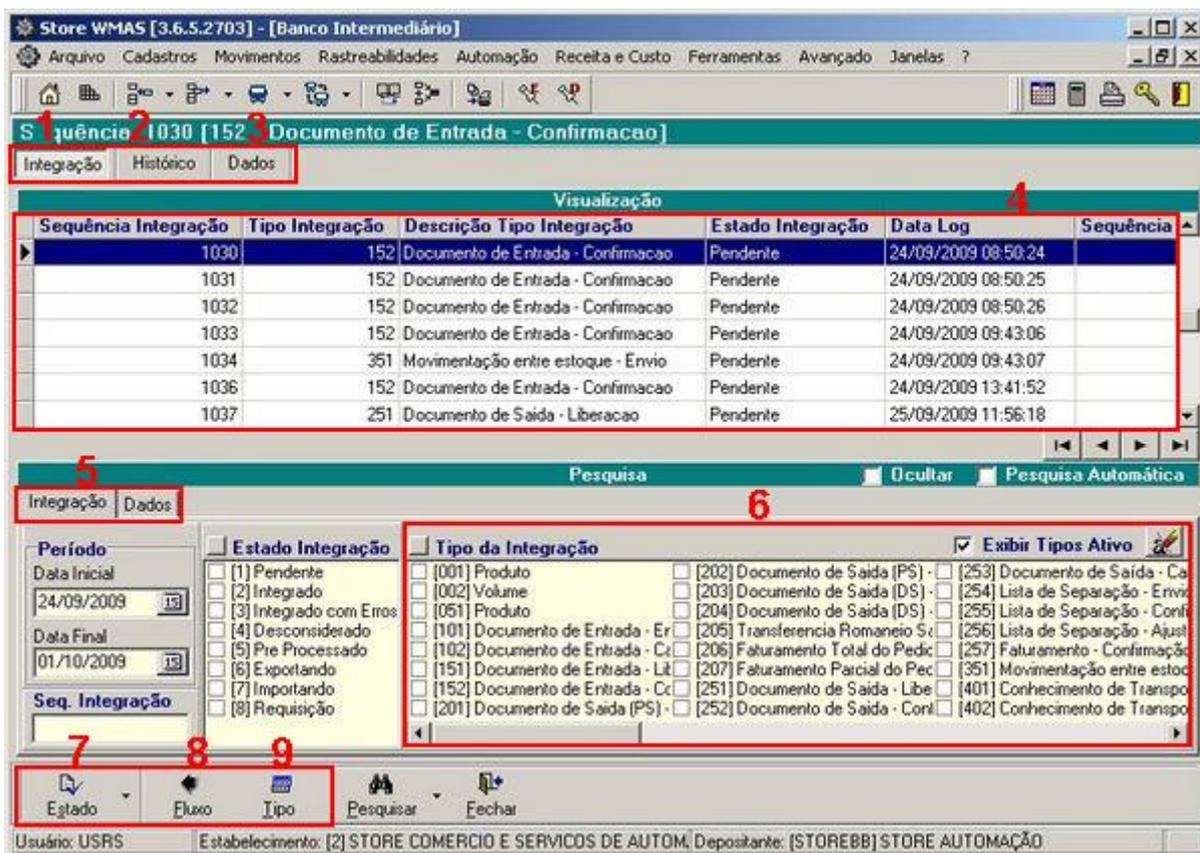
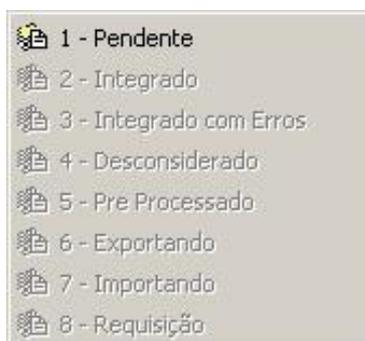
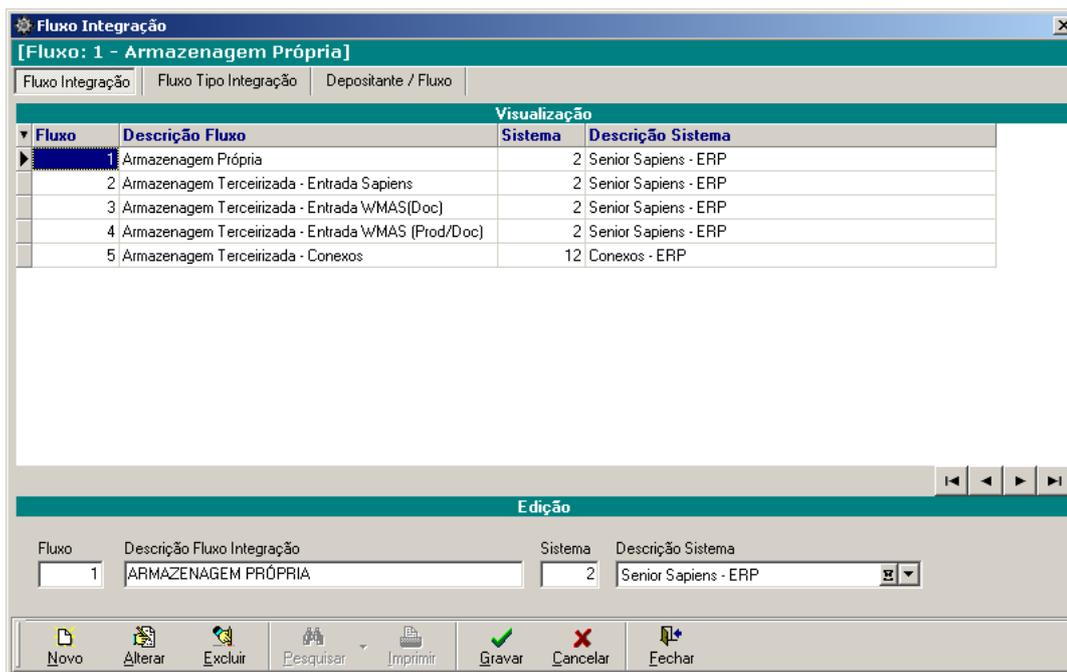
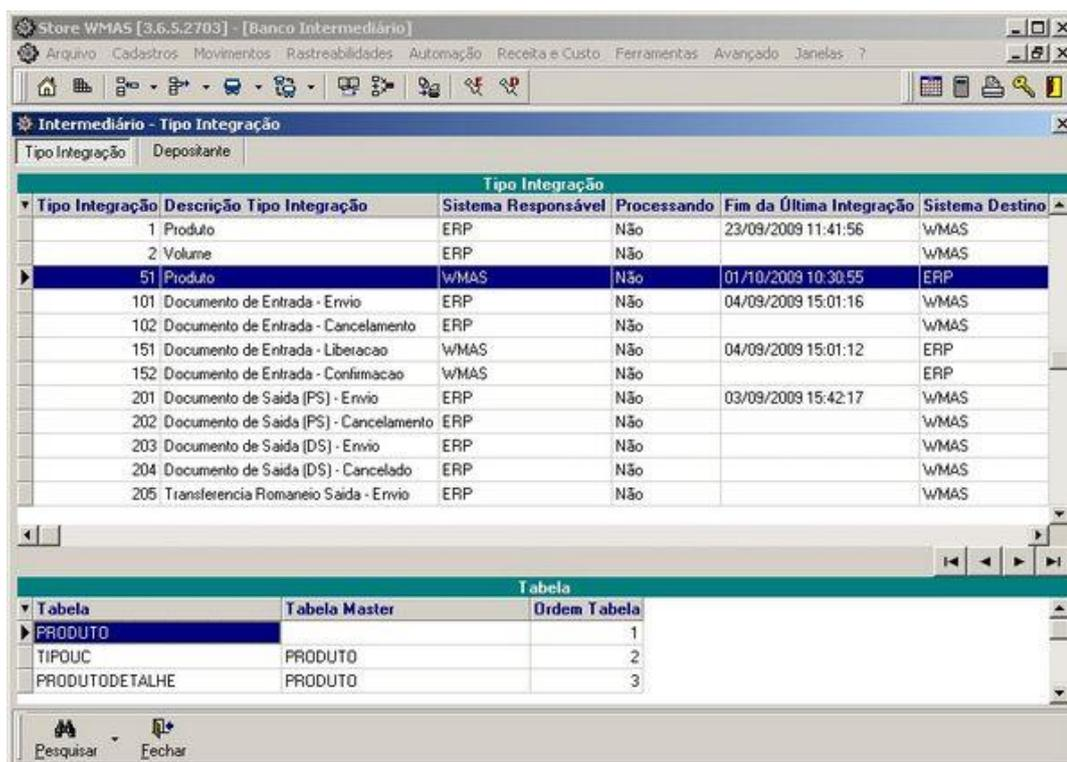

Figura 11
Figura 13
Figura 14
Figura 17
As integrações geradas são visualizadas no sistema **Store WMAS** na opção Banco Intermediário em - Menu Avançado > Banco Intermediário > Guia Integração (Figura 11 - Item 4).
Nesta opção (figura 11), a **guia “Integração”** (1) permite visualizar todas as integrações que foram ou que serão realizadas banco a banco através do **Store Oralnt**.
Estado: Este botão (7 na figura 11) de manutenção permite que seja alterado o estado da integração selecionada. Para isso, basta clicar sobre a seta localizada no botão para que seja exibido o seguinte menu (Figura 13):
Fluxo: Este botão de manutenção (8 na figura 11) permite que seja exibida a janela de *Fluxo de Integração* (Figura 14), onde é possível definir qual sistema estará integrado ao sistema *Store WMAS* para todos os tipos de fluxos de armazenagem disponíveis.
A guia "Fluxo Integração" (figura 14) exibirá os fluxos de integração, sendo que alguns são padrões do sistema e não podem sofrer manutenção. Caso o usuário deseje alterar um fluxo cadastrado, basta escolher o botão de manutenção *Alterar*. Para criar um novo fluxo, basta escolher o botão de manutenção *Novo* e informar os campos descritos a seguir:
Tipo: Este botão de manutenção (9 na figura 11) permite que seja exibida a janela de *Intermediário - Tipo Integração* (figura 17), onde é possível visualizar o fluxo de todas as integrações e especificar os estabelecimentos e depositantes que utilizarão o tipo de integração selecionado.
A *guia “Tipo Integração”* (figura 17) estará exibindo todos os tipos de integrações com informações de início e fim da última integração realizada e o sistema que emitiu e recebeu cada tipo de integração. Também serão exibidas as tabelas do sistema que fazem parte do tipo selecionado.
Sim. Para isso será necessário primeiramente cadastrá-lo na opção Banco Intermediário em - Menu Avançado > Banco Intermediário > Guia Integração > Botão de Manutenção “Fluxo” > Guia Fluxo Integração (figura 14). Após cadastrado, será possível selecionar este fluxo de integração para o estabelecimento na opção Parâmetros do Estabelecimento em - Menu Avançado > Parâmetros do Estabelecimento > Guia Parâmetros (figura 8).